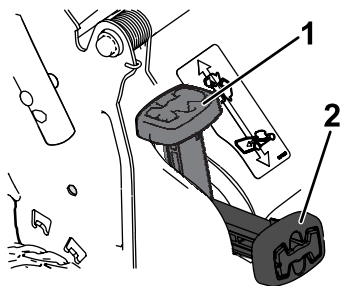

Figure 14
- **Pour ramasser les déchets d'herbe et de feuilles**, appuyez sur le bouton du levier de ramassage sur demande et déplacez le levier complètement en avant jusqu'à ce que le bouton ressorte (Figure 14).